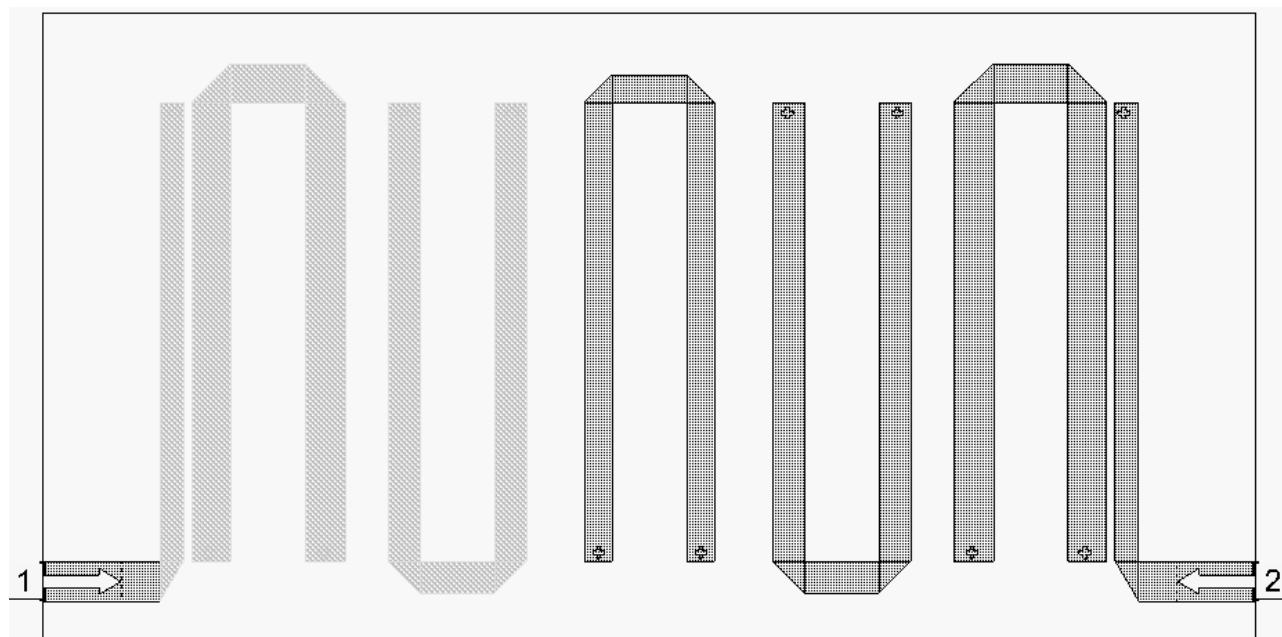

Рис. 4.93
2. Установите курсор левее и выше первого проводника связи, нажмите левую кнопку мышки и переместите курсор правее и ниже второй шпильки, чтобы выделить две первых шпильки с входным проводником связи (рис. 4.93).